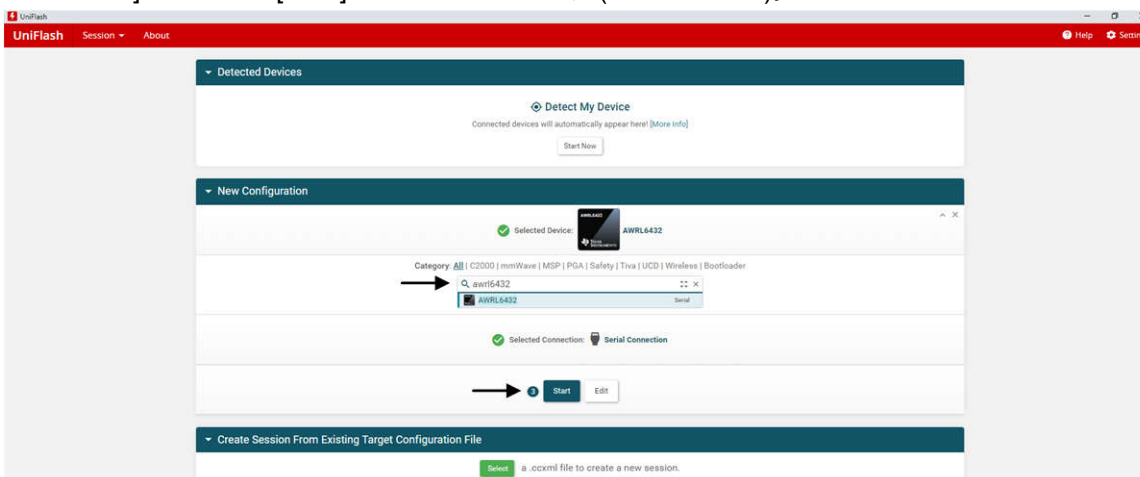

図 3-2. UniFlash の構成
3. UniFlash ソフトウェアを開きます。[Category] ヘッダから [mmWave] を選択し、利用可能なデバイスのフィールドから [AWRL6432] を選択して [Start] ボタンをクリックします (図 3-2 を参照)。